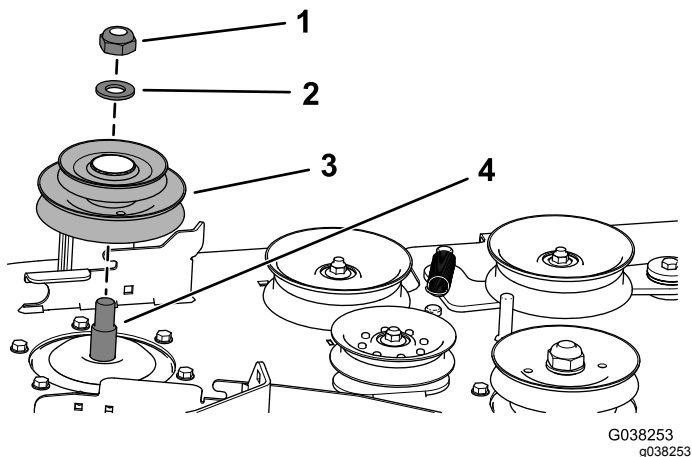

Figure 28
- A. Utilisez le contre-écrou (3/4") et la rondelle pour fixer la double poulie neuve à l'axe de pivot droit (Figure 28).